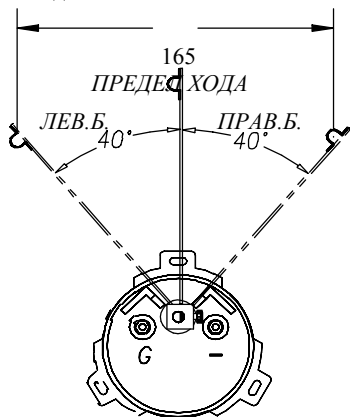

Рис. 2
2.) Часто система управления оригинальна, и может потребоваться площадка для установки машинки относительно рулевого управления или создать тягу (например, стальной стержень) для соединения рычага рулевой машинки с румпелем или с квадрантом, которая будет свободно вращаться в своих втулках. Ход рычага рулевой машинки из одного крайнего положения до другого ход не должен превышать 165 мм (см. рис.2): большее перемещение повредит рулевую машинку.